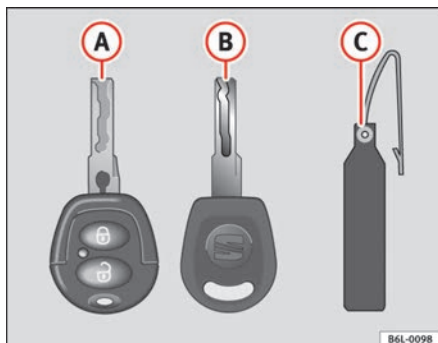

Abb. 46 Schlüsselsatz
- einen Funkschlüssel ⇒ Abb. 46 (A).
- einen Schlüssel ohne Funkbedienung (B),
- einen Kunststoffanhänger (C) mit der Schlüsselnummer.
Nur anhand der Schlüsselnummer auf dem Kunststoffanhänger ⇒ Abb. 46 (B) können Schlüssel nachgemacht werden. Deshalb: